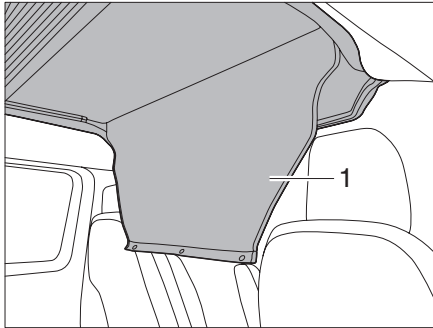

Bild 41 Rulla ut täckpanelen
- ▶ Rulla ut täckpanelen (Bild 41,1).
- ▶ Stäng täckpanelen (Bild 41,1) med tryckknapparna.